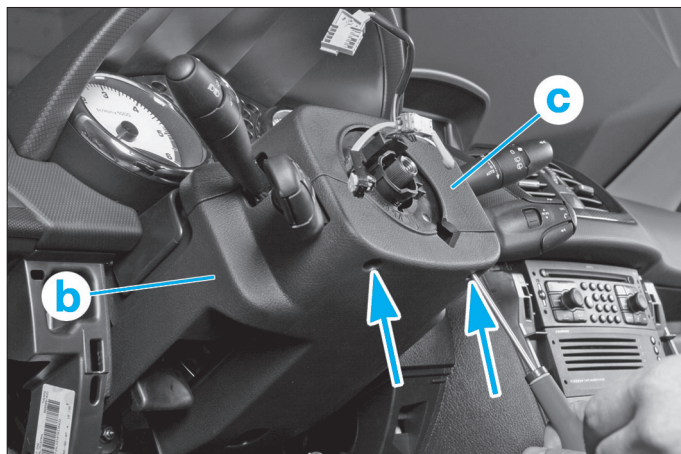

Fig. 21
• Dévisser les deux fixations à empreinte Torx T20 maintenant le cache sous volant (b) puis le déposer en le dégrafant du cache supérieur de colonne de direction (c) (Fig.21).